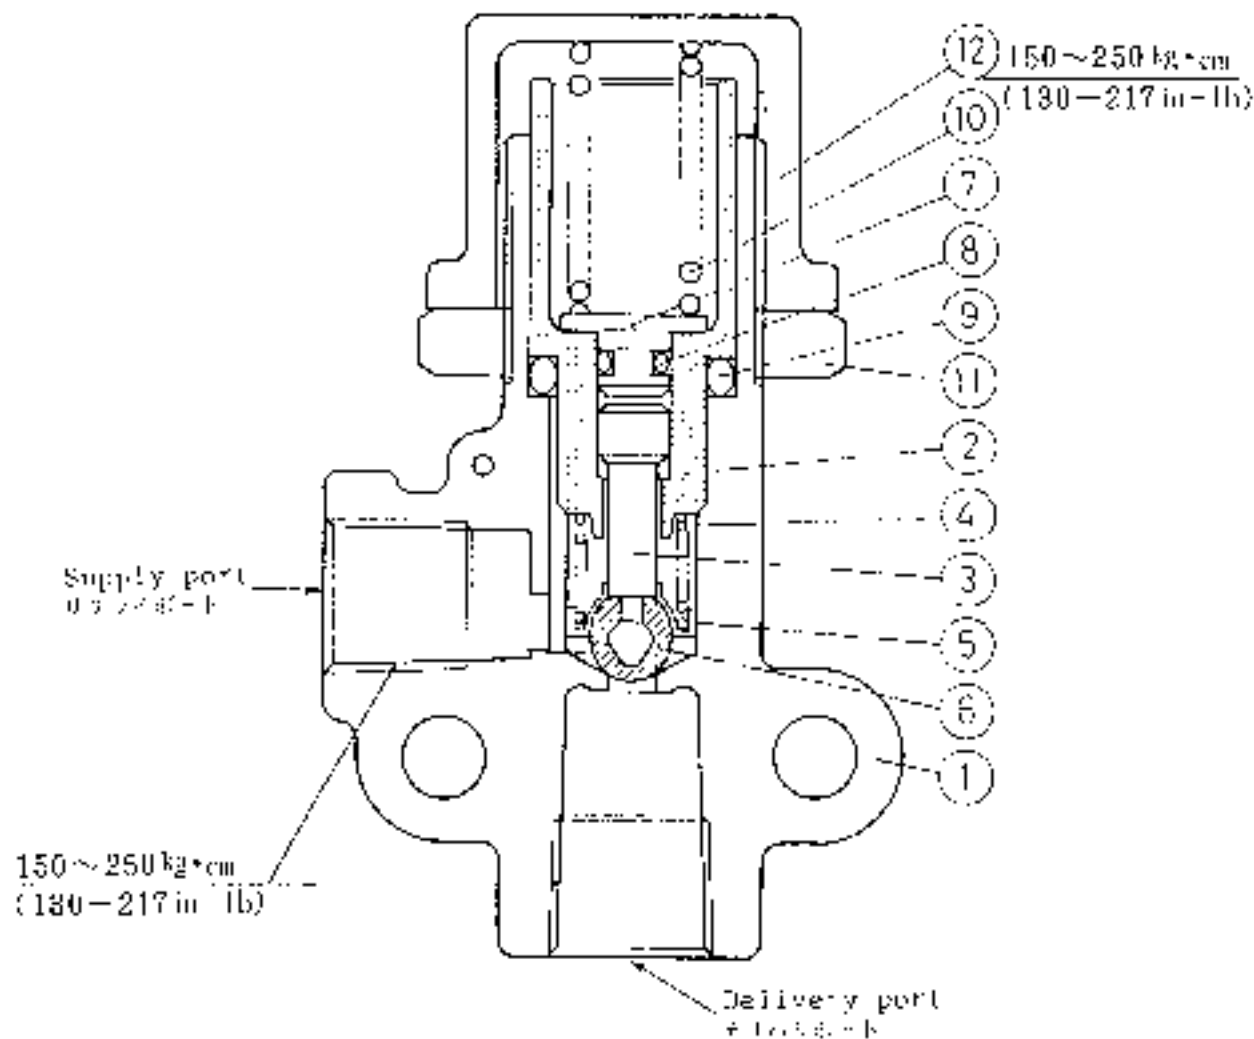

Fig. 1
- リレーピストンのガイド部 (Fig. 1の㊸部) は、モリブデン入りリチウムベースグリース (日本モリブデン製ヘアリンググリースNo.3または相当品) を塗布する。Oリング及び滑動部には、リチウムベースグリース (丸善石油製リマックスNo.2または相当品) を塗布して組み立てる。